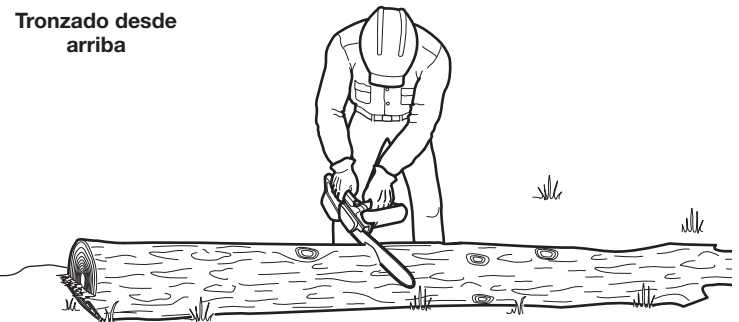

Fig. 16
Cuando los troncos están sostenidos en toda su longitud, se debe tener cuidado adicional para que la cadena de la sierra no entre en contacto con el suelo u otra estructura de apoyo (Fig. 16).
1. Comience a cortar el tronco desde arriba, con la parte inferior de la cadena de la sierra contra la parte superior del tronco (Fig. 16).